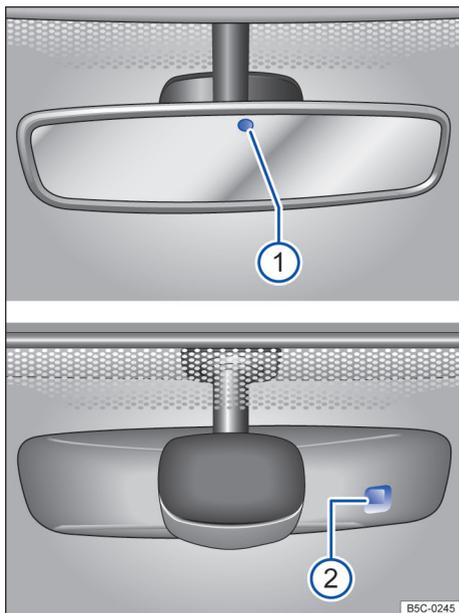

Fig. 79 No para-brisa: espelho retrovisor interno com antiofuscante automático.
Quando a ignição é ligada, os sensores medem a incidência de luz. Existem 2 sensores no espelho retrovisor interno, um que mede a incidência de luz pela *frente* → Fig. 79 ① e outro que mede a incidência de luz por *trás* ②. Em função dos valores medidos, o espelho retrovisor interno é escurcido automaticamente.